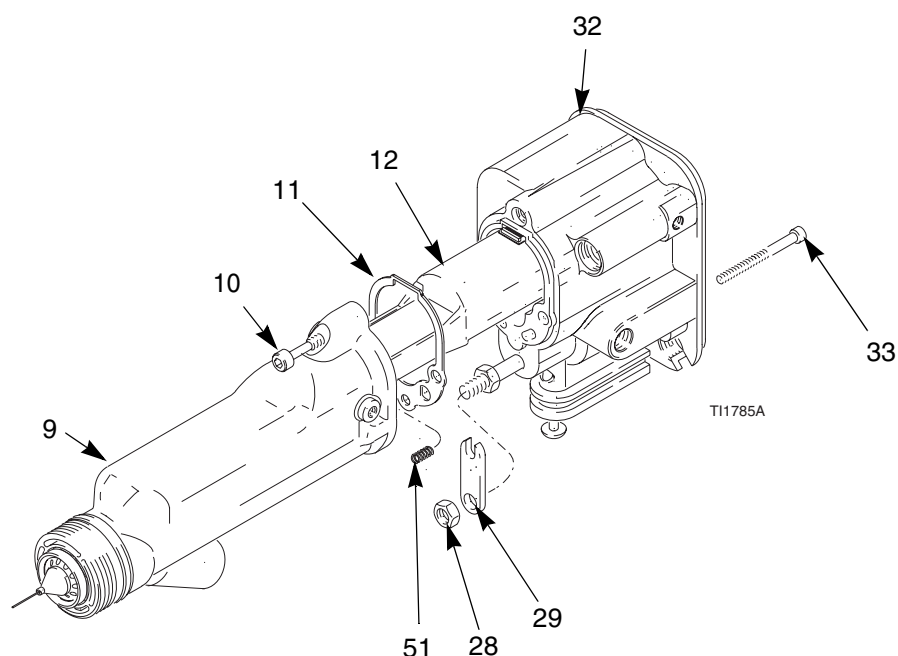

Fig. 32. Remontage du canon
1. S'assurer que le joint (11) et le ressort de mise à la terre (51) sont en place. Veiller à ce que les trous d'air soient bien alignés. À remplacer si endommagé. Voir Fig. 32.
2. Placer le canon (9) sur le générateur (12) et sur le corps du pistolet (32).
4. Monter le tube produit (19) sur le raccord (23). Veiller à ce que les bagues (21, 22) soient en place. Serrer l'écrou (20).
5. Monter la tige de commande (29) et l'écrou de blocage (28). Voir page 49.
7. Monter le capotage (2) et le chapeau d'air, page 44.